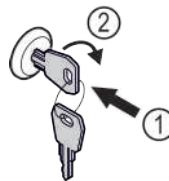

Fig. 96
- Schlüssel hineindrücken Fig. 96 (1).
- Schlüssel um 90° im Uhrzeigersinn drehen Fig. 96 (2).